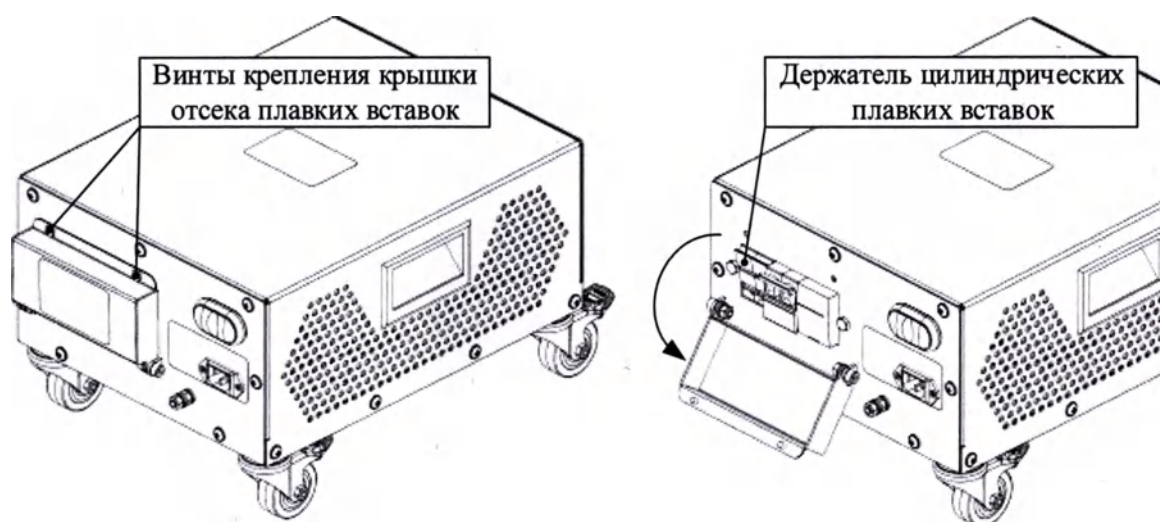

Рисунок 83 – Крышка отсека плавких вставок
- для получения доступа к держателю для плавких вставок откройте крышку отсека для плавких вставок (см. рисунок 83), вывернув два винта с помощью отвертки с крестообразным шлицем;